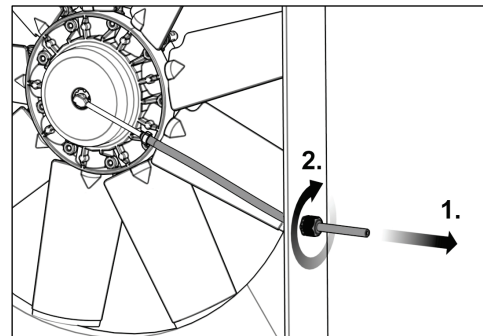

Рис. 32
- 24) Натянуть напорный шланг (см. Рис. 32, этап 1) таким образом, чтобы узел подачи воздуха имел небольшое пространство для перемещения (макс. 15°).
- 25) Зафиксировать напорный шланг в зажимной муфте (см. Рис. 32, этап 2).